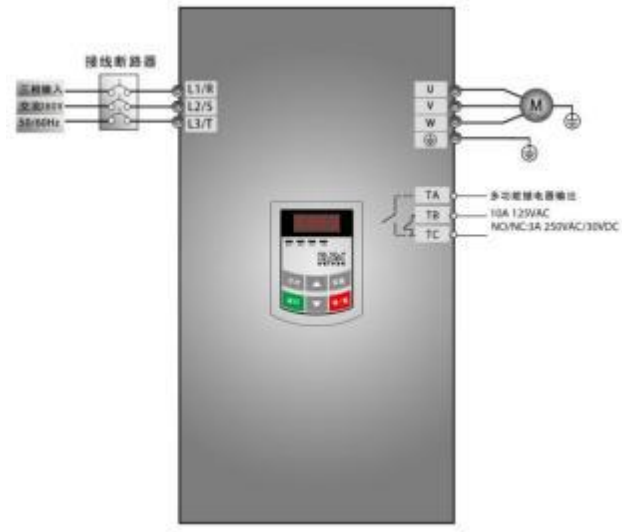

图 5-7 接线图 1
- (1) 按图 5-7 配线， 检查接线正确后， 合上空气开关， 变频器上电；
- (2) 按方式键， 进入编程菜单。
- (3) 进行电机参数测量
- (1) 按图 5-7 配线，检查接线正确后，合上空气开关，变频器上电；
- (2) 按方式键，进入编程菜单；
- (3) 进行电机参数测量；操作步骤与例 1 完全相同。
- (4) 设置变频器的功能参数；